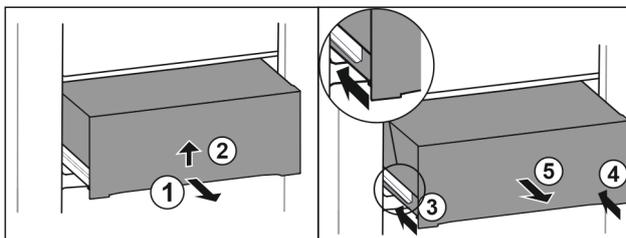

Fig. 68
- ▶ Extraiga el cajón hasta la mitad. Fig. 68 (1)
- ▶ Levante el cajón por la parte de abajo Fig. 68 (2).
- ▶ Retraiga la guía izquierda. Fig. 68 (3)
- ▶ Retraiga la guía derecha. Fig. 68 (4)
- ▶ Extraiga el cajón hacia delante. Fig. 68 (5)